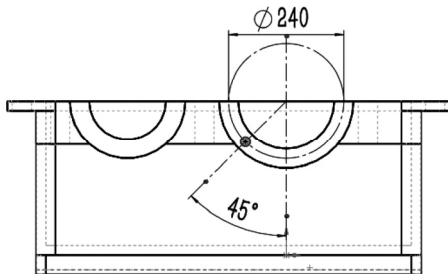

图 9-70 绘制大端盖安装孔草图
**3** 绘制大端盖安装孔草图。选择菜单栏中的“工具”→“草图绘制实体”→“圆”命令，或单击“草图”控制面板中的“圆”按钮，绘制大端盖安装孔草图，直径为 20，如图 9-70 所示。